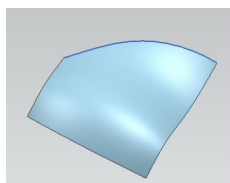

рис.84
- А далее следует указать саму поверхность, и границу, по которой её нужно обрезать. Результат обрезания показан на рис.84.